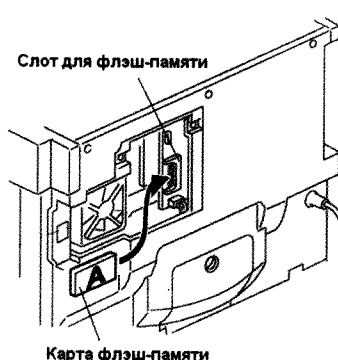

Рис. 2. Установка карты флэш-памяти в слот
3. Установите карту флэш-памяти в слот для карт (см. рис. 2). При установке убедитесь, что нанесенный на карте символ «А» обращен к внешней стороне копировального аппарата.